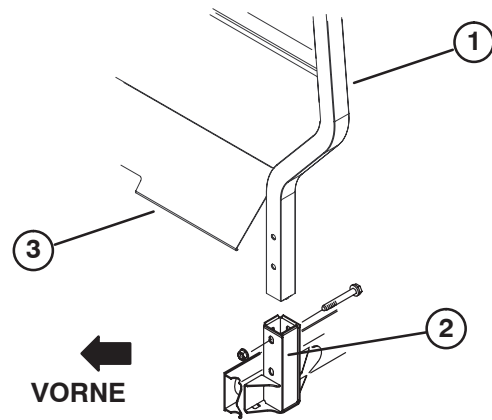

Bild 6
1. Setzen Sie jede Seite des Überrollschatzes in die Befestigungshalterung auf jeder Seite des Fahrzeugrahmens ein. Positionieren Sie den Überrollschatz wie in Bild 6 dargestellt.